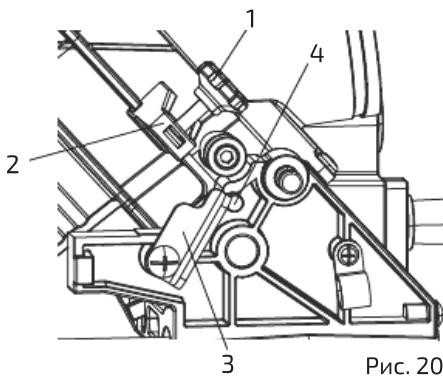

Рис. 20
1. Перемещая режущий блок вверх, вращать стопорную ручку (1) против часовой стрелки, пока ручка не выйдет из нижней части стопорного блока (2) (рис. 20).
2. Повернуть стопорную пластину (3) по часовой стрелке до контакта с упорным стержнем (4).